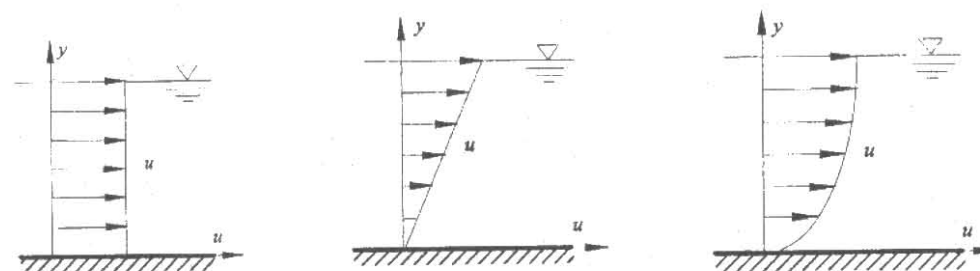

图 7 液体流速分布
- 2、已知液体中流速沿  $y$  方向分布如图 7 所示的三种情况, 根据牛顿内摩擦定律, 定性绘出切应力沿  $y$  方向的分布图。